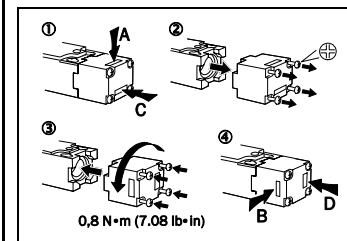

Fig. 4 : Adaptation de la direction d'approche
- Desserrer les vis de la tête de l'interrupteur (voir Fig. 4).